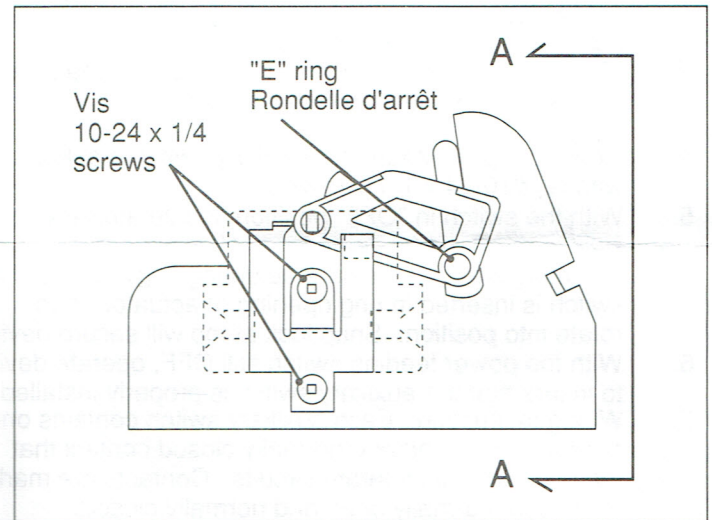

Fig. 1
4. Installer le support de l'interrupteur auxiliaire avec les 2 vis 10-24 x 1/4" telque montré sur fig.1.
7. Instruction de câblage: chaque interrupteur auxiliaire a un contact normalement ouvert (NO) et un normalement fermé (NC) qui peuvent être connectés à des cuiruits séparés.